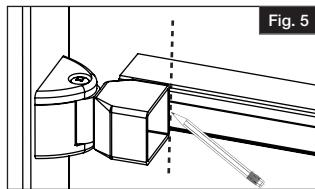

Fig. 5
- Únicamente en el travesaño inferior, agregar $\frac{3}{4}$ " (1,09 cm) (hacia el extremo del travesaño o poste) a las marcas hechas en el tramo en el paso 3 (Fig. 5) y cortar el tramo en estas marcas.